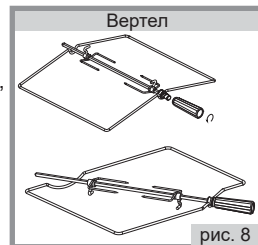

рис. 8
- В зависимости от комфортности плиты могут комплектоваться вертелом различной конструкции со съемной рукояткой (рис.8). При установке и извлечении использовать рукоятку, которая накручивается на резьбовую втулку.